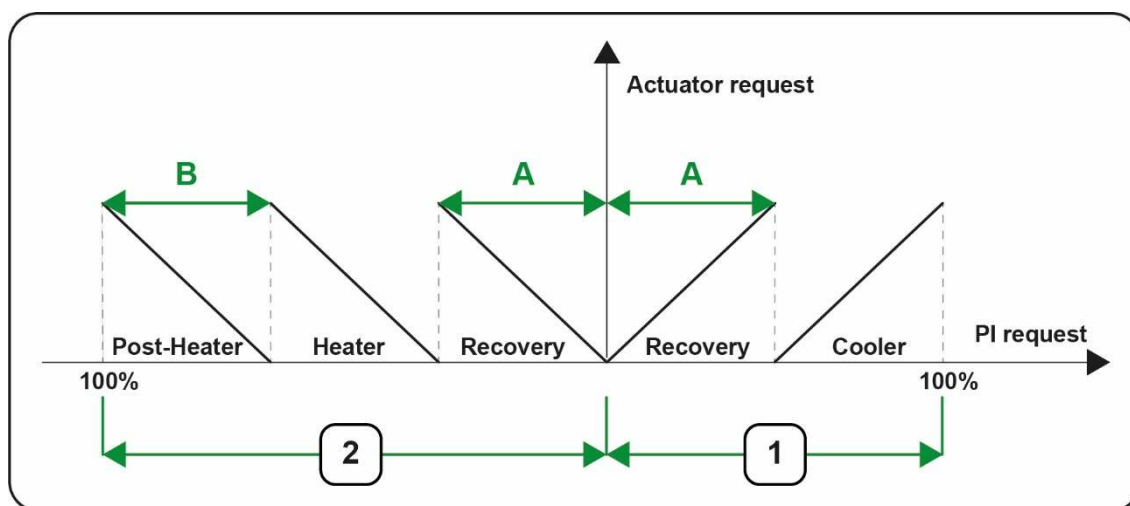

Fig 7 – Regolazione di temperatura
La **Fig 7 – a pag. 32** descrive il caso di regolazione di temperatura in mandata o in cascata; nel caso di regolazione di temperatura in ripresa, il regolatore del recuperatore non è presente in quanto il recuperatore è gestito da un regolatore indipendente.
- raffrescamento, la cui richiesta sugli attuatori è riportata in **(1 – Fig 7 – a pag. 32)**;
- riscaldamento, la cui richiesta sugli attuatori è riportata in **(2 – Fig 7 – a pag. 32)**.
NOTA: A seconda della configurazione hardware dell'UTA, in **Fig 7 – a pag. 32** i seguenti regolatori potrebbero non essere presenti:
In **Fig 7 – a pag. 32** sono indicati, mediante dei tag (lettere maiuscole), i parametri di riferimento per la regolazione di temperatura. Fare riferimento alla seguente tabella per la corrispondenza tra tag e parametri.